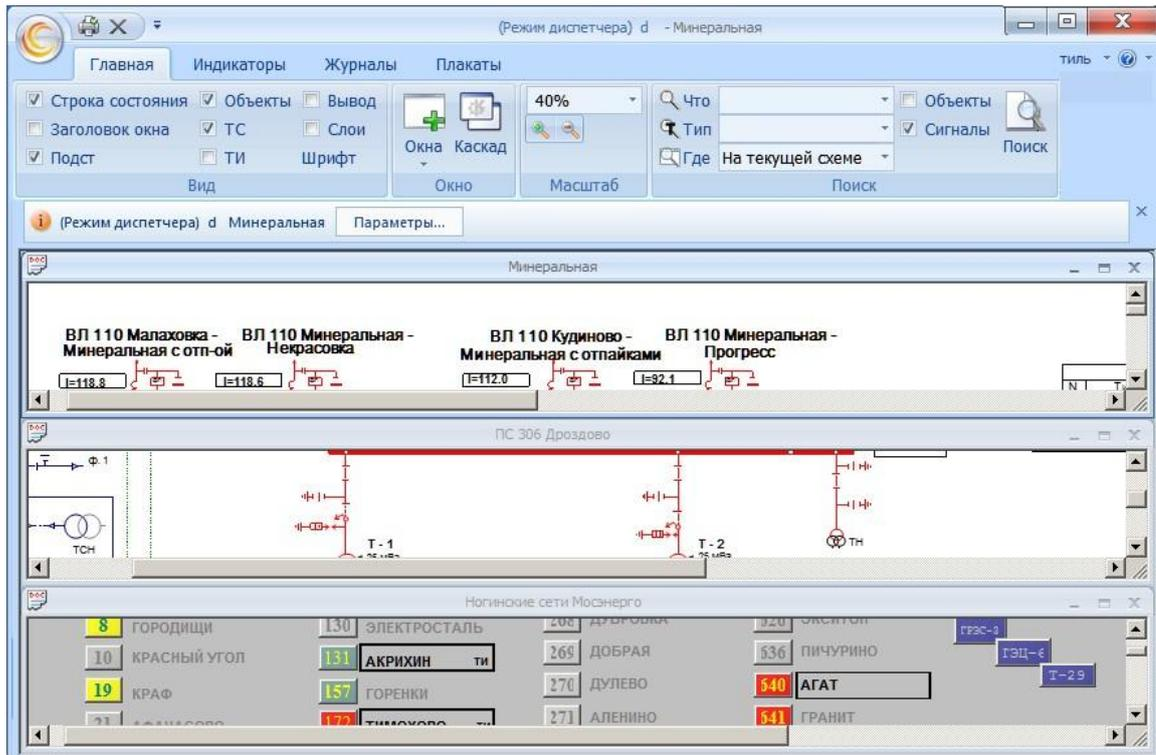

Рисунок 23 – Пример горизонтального расположения трех окон
- «Горизонтально» – расположить окна в рабочей области горизонтально (рисунок 23);